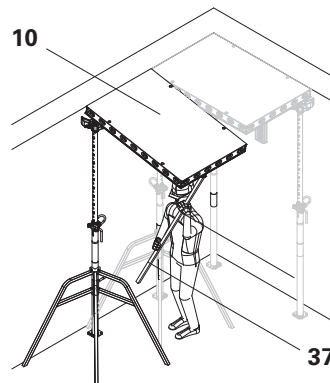

Fig. D2.06
- **Bloquer en position chaque 3^{ème} panneau à l'aide du support mural DUO 82 (26) !**
1. Placer les autres panneaux DP (10) de la même manière. (Fig. D2.06)